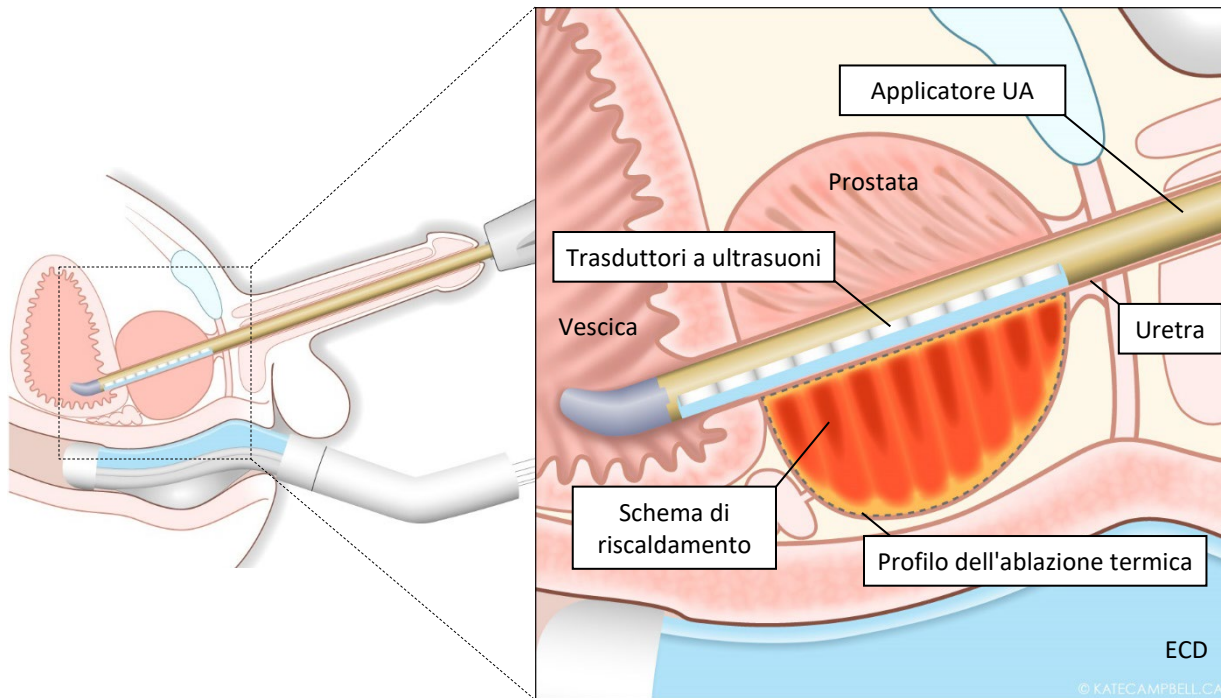

Figura 4: Schema teorico di posizionamento dell'applicatore UA nella prostata
Il sistema TULSA-PRO combina l'imaging di risonanza magnetica (MR) in tempo reale e la termometria MR con l'applicazione di ultrasuoni direzionale transuretrale e il software di controllo dei processi a circuito chiuso per garantire l'ablazione termica precisa del tessuto prostatico prescritta dal medico (*Figura 4*). Il sistema è composto da componenti hardware e software.